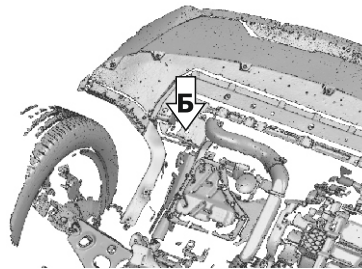

Рис. 16
2. Установить гайки закладные М8 с усиками в отверстия лонжеронов в позициях (А), (Б). Вкрутить болты М8х25 с шайбами 8 на 2-3 оборота в гайки закладные (рис. 1а, рис. 16).
3. Завести кронштейны 1,2 пазами на вкрученные болты в позициях (А), (Б) соответственно. Померить расстояние между кронштейнами, оно должно равняться 670 мм. Затянуть болты в позициях (А), (Б) (рис. 1а, рис.16).